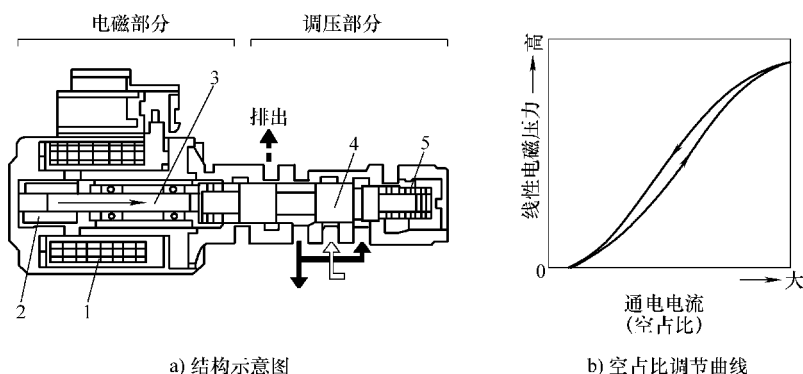

图 6-11 占空比式电磁阀结构与原理
(2) 占空比式电磁阀结构与原理 占空比式电磁阀由电磁线圈、滑阀、弹簧等组成，如图 6-11 所示。电磁阀在脉冲电信号的作用下，不断开启、关闭泄油口。